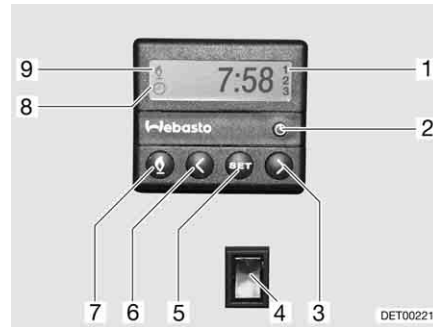

Bild 199 Bedieneinheit für Standheizung
*Manuell einschalten:* ■ Taste (Bild 199,7) drücken. Der Heizbetrieb wird durch das Symbol (Bild 199,9) angezeigt. Das Gebläse wird erst bei einer Kühlwassertemperatur von 30 °C zugeschaltet.
*Manuell ausschalten:* ■ Taste (Bild 199,7) drücken. Das Symbol (Bild 199,9) erlischt.
*Motorbeheizung zuschalten:* ■ Schalter (Bild 199,4) unten drücken. Motor wird vorgewärmt. Das Gebläse wird sofort zugeschaltet.
*Motorbeheizung abschalten:* ■ Schalter (Bild 199,4) oben drücken. Motor bleibt kalt.
*Uhrzeit einstellen:* ■ Taste (Bild 199,2) drücken. Die Uhrzeiteinstellung wird durch das Symbol (Bild 199,8) angezeigt.
■ Mit den Tasten (Bild 199,3 und 6) die Uhrzeit einstellen.
*Heizbeginn programmieren:* ■ Taste (Bild 199,5) drücken.
■ Innerhalb von 10 Sekunden mit den Tasten (Bild 199,3 und 6) die Einschaltzeit einstellen.
*Programmierte Einschaltzeit auswählen:* ■ Taste (Bild 199,5) so oft drücken, bis die gewünschte Programmnummer (Bild 199,1) im Display angezeigt wird.